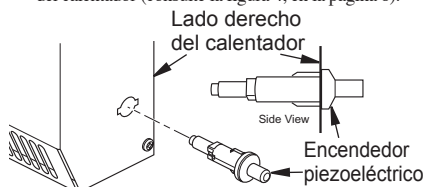

Figura 6 - Instalación del encendedor piezoeléctrico
1. Localice el encendedor en la bolsa de ferretería. Determine si su calentador está equipado con un encendedor piezoeléctrico o con un encendedor electrónico (consulte la figura 6 y 7, página 9).
2. **Para el encendedor piezoeléctrico**, ajuste el encendedor hasta escuchar un chasquido en el orificio que se ubica en el lado derecho del calentador, como se muestra en la figura 6, en la página 9.